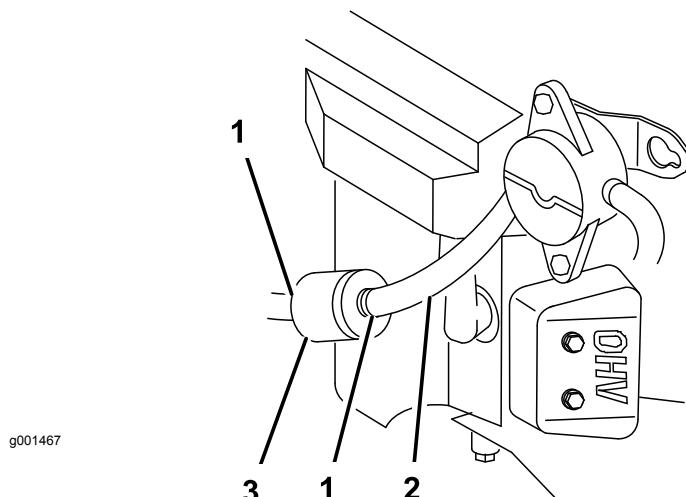

Figure 31
4. Pincez les extrémités des colliers et éloignez les colliers du filtre (Figure 31).